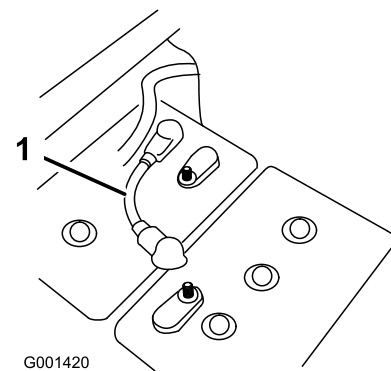

Figure 2
4. Débranchez un câble de batterie court reliant 2 batteries dans la rangée pour couper l'alimentation électrique du système (Figure 2).